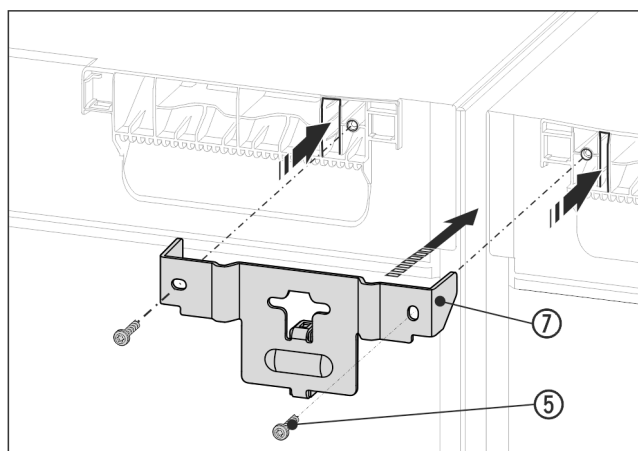

Fig. 15 Zobrazení příkladu
- Úhelník Fig. 15 (7) zasuněte rozpěrným kusem mezi přístroje a lištami do víka přístrojů. Pomocí 2 šroubů Fig. 15 (5) pevně přišroubujte.